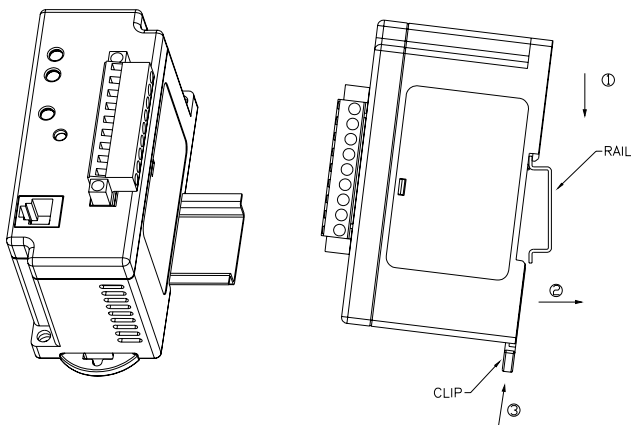

图 2-1
1. 请参考图 2-1 将 LN-01 固定于导轨 (Din RAIL) 上。